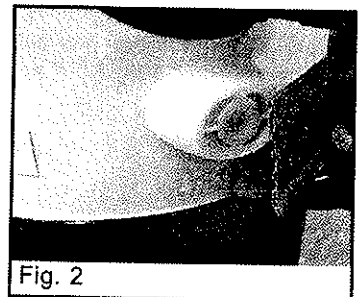

Fig. 2
Stäng alla sugdosor. Starta centralenheten från svagströmskontakten [fig. 1; (8)] med en metalltråd. Stäng shuntventilen t.ex. med en pappersremsa [fig. 2]. Om det efter ca. 10 sekunders drift kommer luft ur utblåsningsröret läcker rörsystemet. Lokalisera och åtgärda läckaget. Låt inte centralenheten gå med alla sugdosor stängda längre än 20 sekunder, eftersom turbinen inte får luft i en helt tät installation. Den överhettas och kan ta skada.